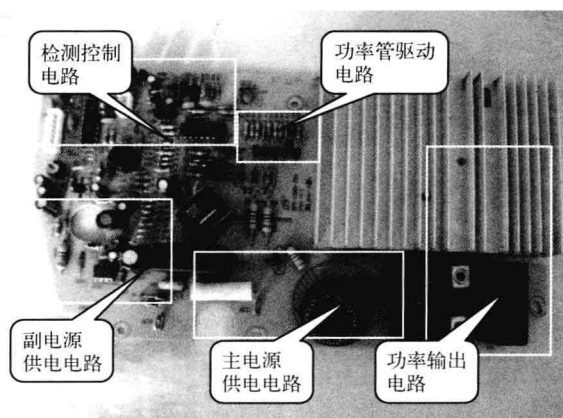

图 1-10 电磁炉的主电路板实物图
2) 主电路板 主电路板是电磁炉的核心，它一方面受按键操作/显示电路板的控制，另一方面用于驱动功率晶体管 IGBT 和风扇散热组件工作。主电路板由主电源供电电路、功率输出电路、副电源供电电路、检测控制电路和功率管驱动电路等组成。图 1-10 所示的是电磁炉的主电路板实物图。